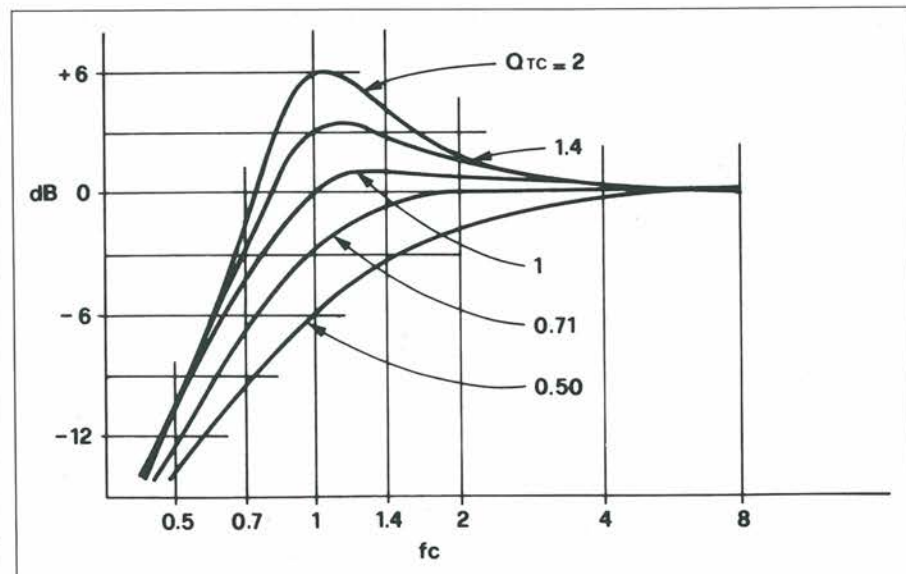

Fig. 2. Curve di risposta normalizzate alle basse frequenze per diversi valori di  $Q_{TC}$  e per un generico valore di  $f_c$ .
B) Valori di  $Q_{TC}$  inferiori a 0,71 (ad es. 0,50 in Fig. 2) comportano una certa attenuazione alle basse frequenze, ma in compenso sono caratterizzati da ottime risposte ai transistori. Si prestano a diffusori di qualità, con timbriche di particolare precisione e secchezza.
C) Valori di  $Q_{TC}$  superiori a 0,71 (ad es. 1 - 1,4 - 2 in Fig. 2) si contraddistinguono per un andamento "alto" della curva di